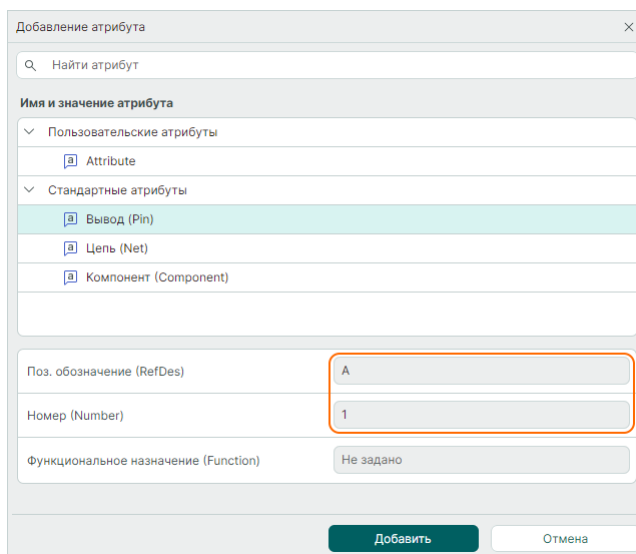

Рис. 328 Ввод значений для свойств атрибута
2. Заполните значения свойств атрибута, поля обязательные для заполнения обозначены символом «!», см. Рис. 328.